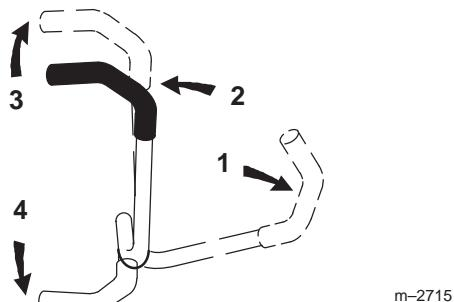

Figure 17
3. Pour vous déplacer en marche avant, poussez doucement les leviers de commande de déplacement vers l'avant (Fig. 17).
Pour vous déplacer en ligne droite, appliquez une pression égale sur les deux leviers de déplacement (Fig. 17).
Pour tourner, relâchez le levier de commande correspondant à la direction que vous voulez prendre (Fig. 17).
2. Pour vous déplacer en marche arrière, tirez doucement les leviers en arrière (Fig. 17).